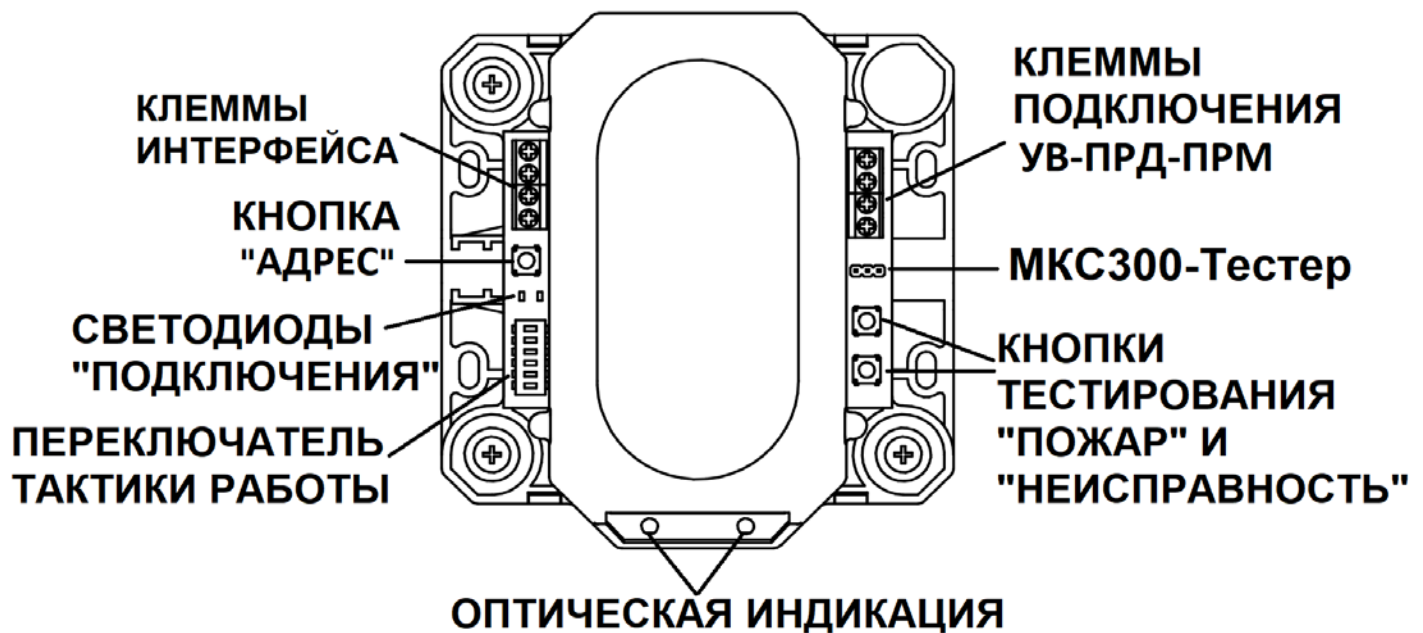

Рисунок 9
3.7.5 Подбор положений приёмопередатчика производится путём закручивания или откручивания юстировочных винтов углов положения в горизонтальной и вертикальной плоскостях (см. рис. 9).